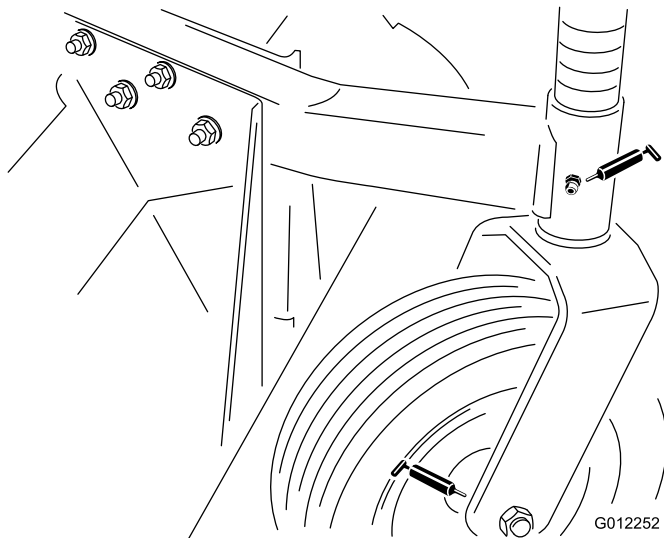

Figure 17
- Bagues de pivot de roue pivotante - 1 sur chaque (Figure 17)
- Roulements de roues pivotantes - 1 sur chaque (Figure 17)